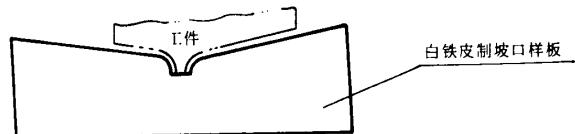

图 3
2.3.3 按表1的坡口尺寸制造坡口样板(图3)并进行坡口划线,划线后应作标志,根据样板开坡口。